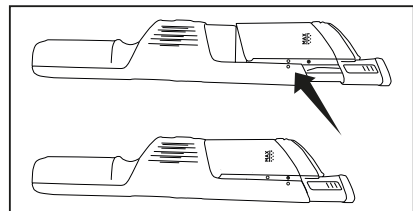

Fig. 6
4. Allineare la cartuccia del filtro con il contenitore per la polvere e spingerla in posizione (Fig. 6).
5. Allineare le frecce sul contenitore per la polvere e sull'aspirapolvere (Fig. 6), poi farlo scivolare in posizione finché non scatta.